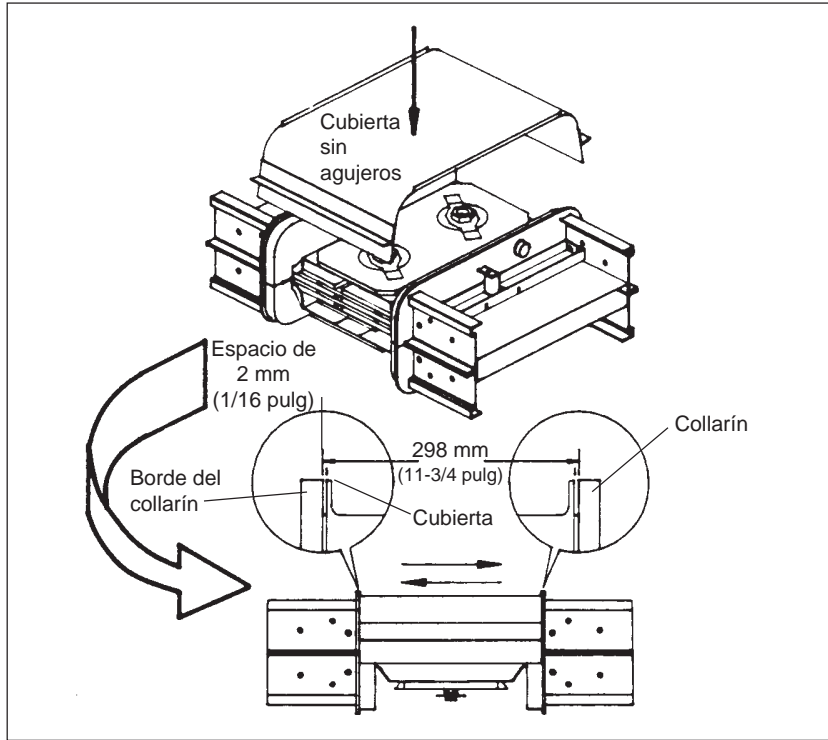

Figura 2
2. Alinee la unión con la cubierta (figura 2).
Utilice la cubierta sin agujeros para alinear la unión. Verifique las dimensiones mostradas en la figura 2. Deje un espacio de 2 mm (1/16 pulg) entre la cubierta y el borde del collarín. Deje la cubierta superior sobrepuesta, esto le ayudará a realizar los siguientes pasos.
Para obtener la alineación correcta mostrada en la figura 2, deje la cubierta sobrepuesta mientras aprieta los pernos de unión. Utilice una llave para tuercas de cabeza tubular, con una palanca larga de 45,7 cm (18 pulg) de longitud o más para desprender la cabeza del perno VISI-TITE® exterior y el disco rojo. Retire la cubierta.